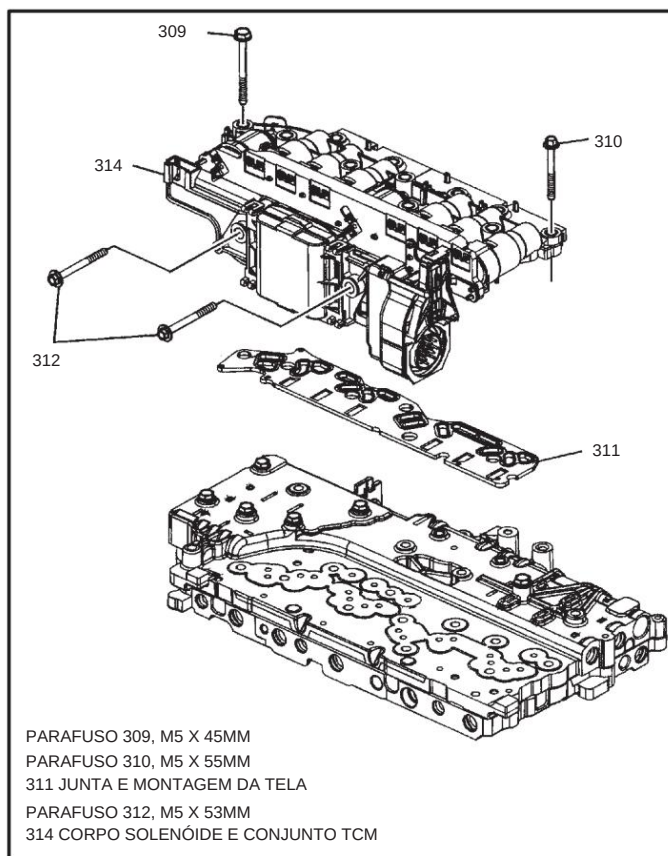

Figura 138
4. Remova os parafusos restantes que prendem o conjunto do Corpo do Solenóide/TCM ao corpo da válvula, conforme mostrado na Figura 138, e remova o conjunto do Corpo do Solenóide/TCM.
5. Remova e descarte a junta e o conjunto da tela, conforme mostrado na Figura 138.